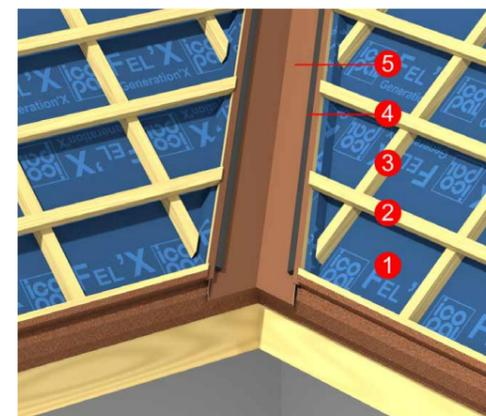

рис. 21
7.7.3. У бортов элементов ендовы устанавливают универсальный самоклеящийся уплотнитель (рис. 21).